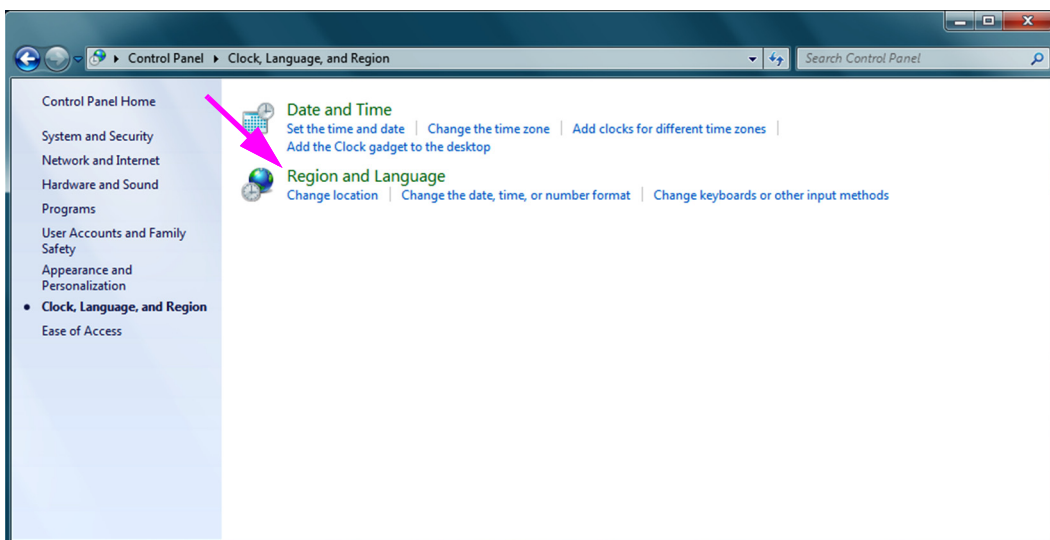

Figura C-2. Finestra Clock, Language, and Region (Orologio, lingua e impostazioni internazionali)
4. Viene visualizzata la finestra Clock, Language, and Region (Orologio, lingua e impostazioni internazionali) (vedere la Figura C-2). Fare clic su **Region and Language (Paese e lingua)**.